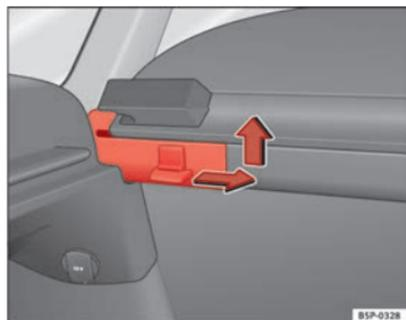

Fig. 126 Smontaggio del pianale portaoggetti
- Premere la spina laterale nel senso della freccia, sollevare il pianale ed estrarlo ⇒ fig. 126.